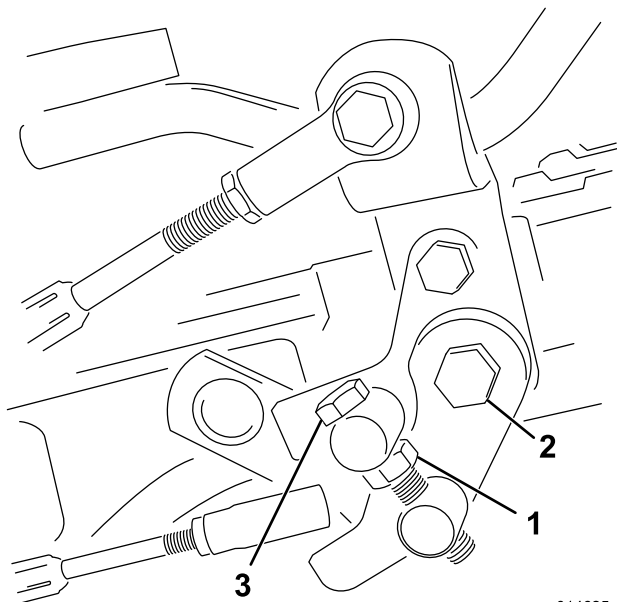

図 51
1. トラニオン・ボルトのジャムナットをゆるめる (図 51)。
4. トラニオン・ボルトのジャムナット、およびペダル・ピボットのナットを締め付けて調整を固定する (図 51)。調整を確認し、必要に応じて再調整する。